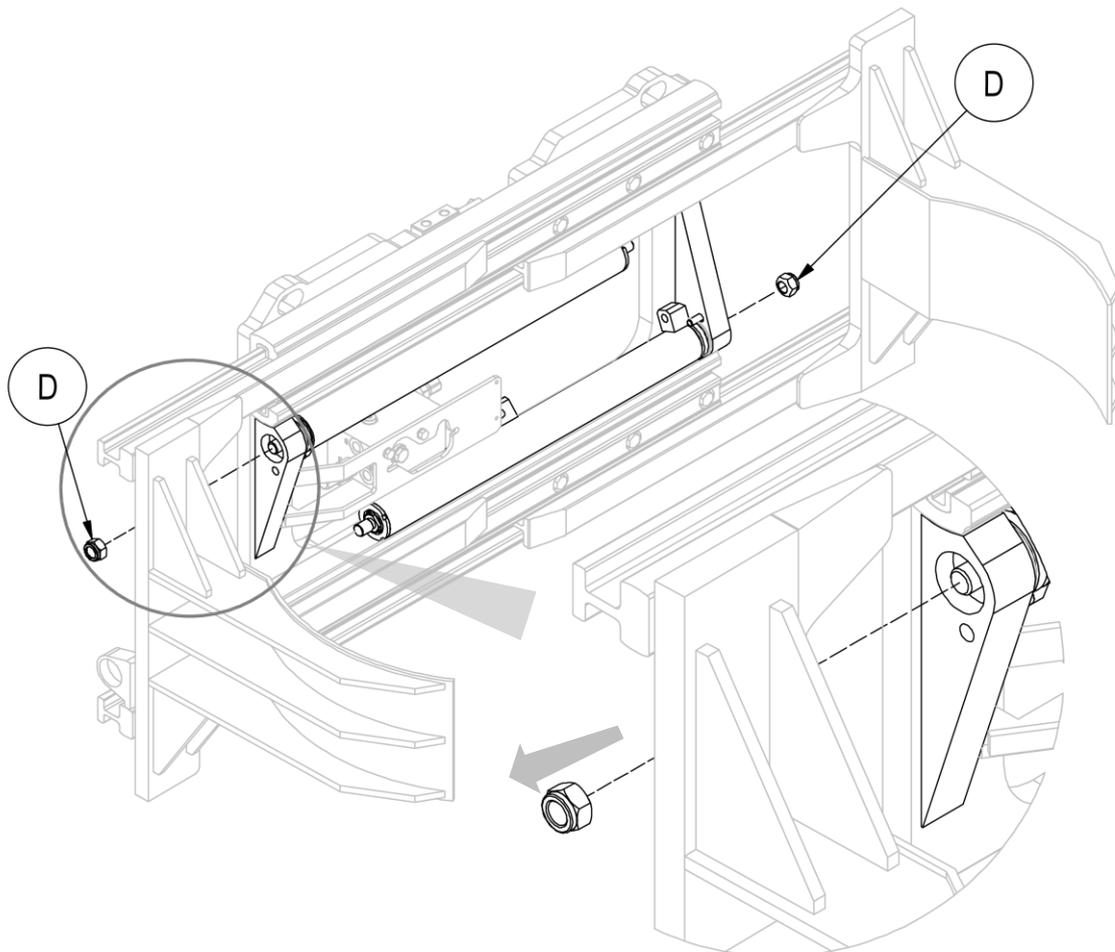

Abbildung 48
7. Schrauben Sie die Muttern **D**, mit denen die Zylinder an den Gabelzinken befestigt sind, ab und bauen Sie die Zylinder vorsichtig aus (siehe *Abbildung 48*).